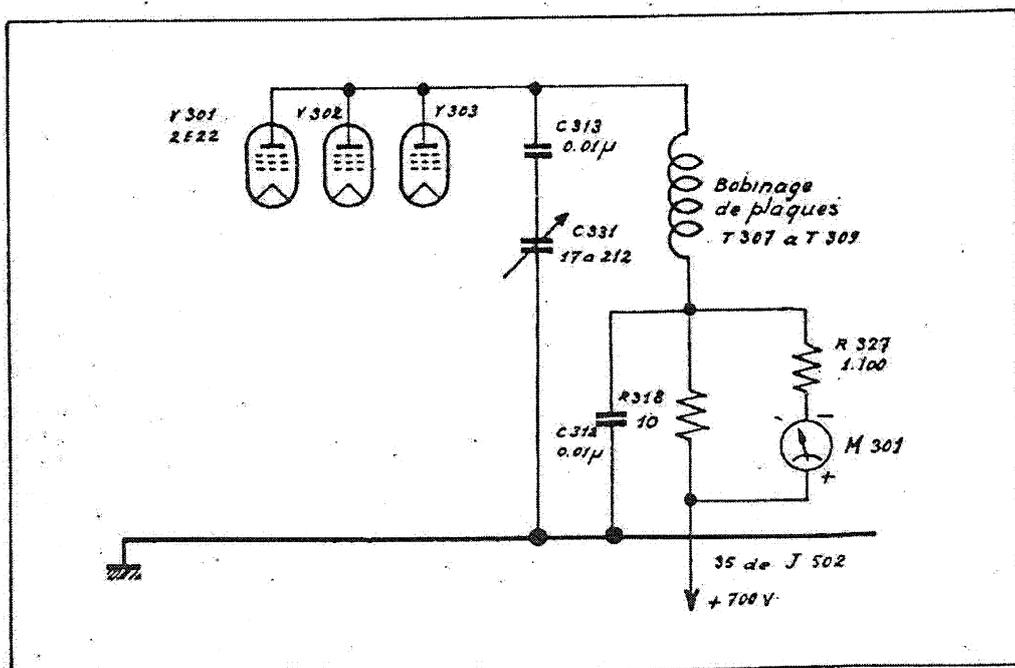

Fig. 11 - Mesure du courant plaque des tubes de puissance.
- Fig. 11 Mesure du courant plaque des tubes de puissance